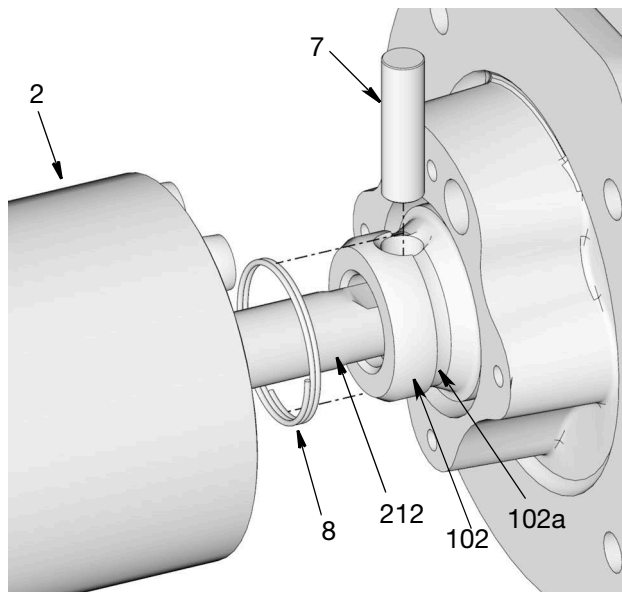

図 26
11. 接続ロッド (102) 内の溝 (102a) からスプリング (8) をスライドしてポンプピン (7) が見えるようにします (図 26)。ポンプピン (7) を押すか軽く叩いて穴から取り出します。